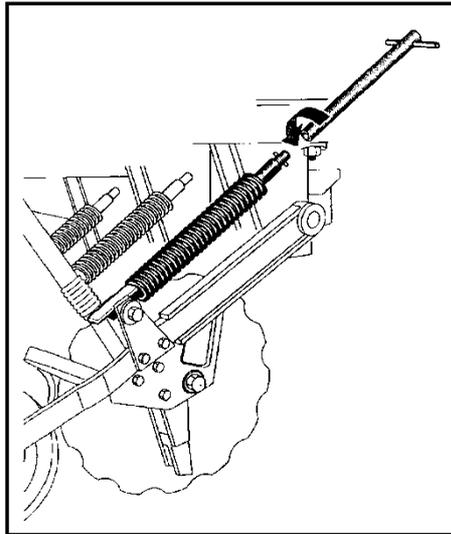

Fig. 21
- a) modificando la tensione della molla (Fig. 21)